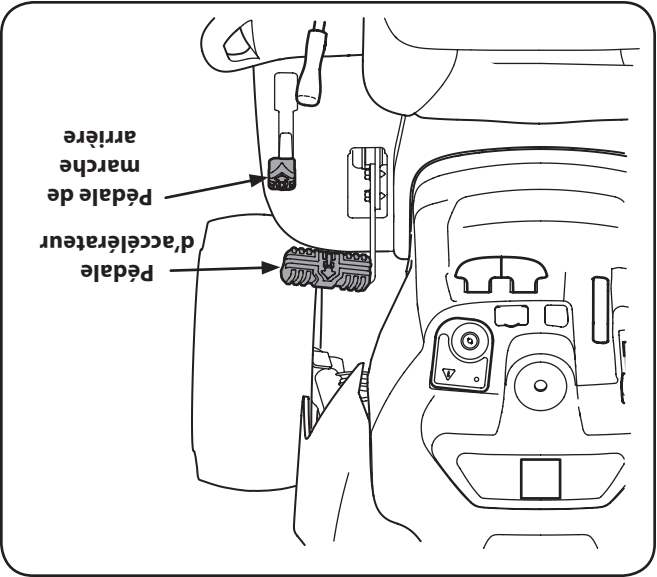

Figure 5-1
2. Pour vous déplacer en MARCHE AVANT, appuyez lentement sur la pédale d'accélérateur jusqu'à l'obtention de la vitesse désirée. Voir la Figure 5-1.
3. Pour vous déplacer en MARCHE ARRIÈRE, assurez-vous qu'il n'y a pas d'obstruction derrière vous, puis appuyez lentement sur la pédale d'accélérateur jusqu'à l'obtention de la vitesse désirée. Voir la Figure 5-1.